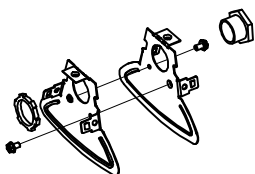

Fig 6: Réunionnant
- 2) Retirer rejoindre endcaps et retirer KOs. Fixer les embouts avec (2) vis de 4mm et (1) taille 16 chase mamelon pour créer l'assemblage menuisier comme le montre la Fig 6.